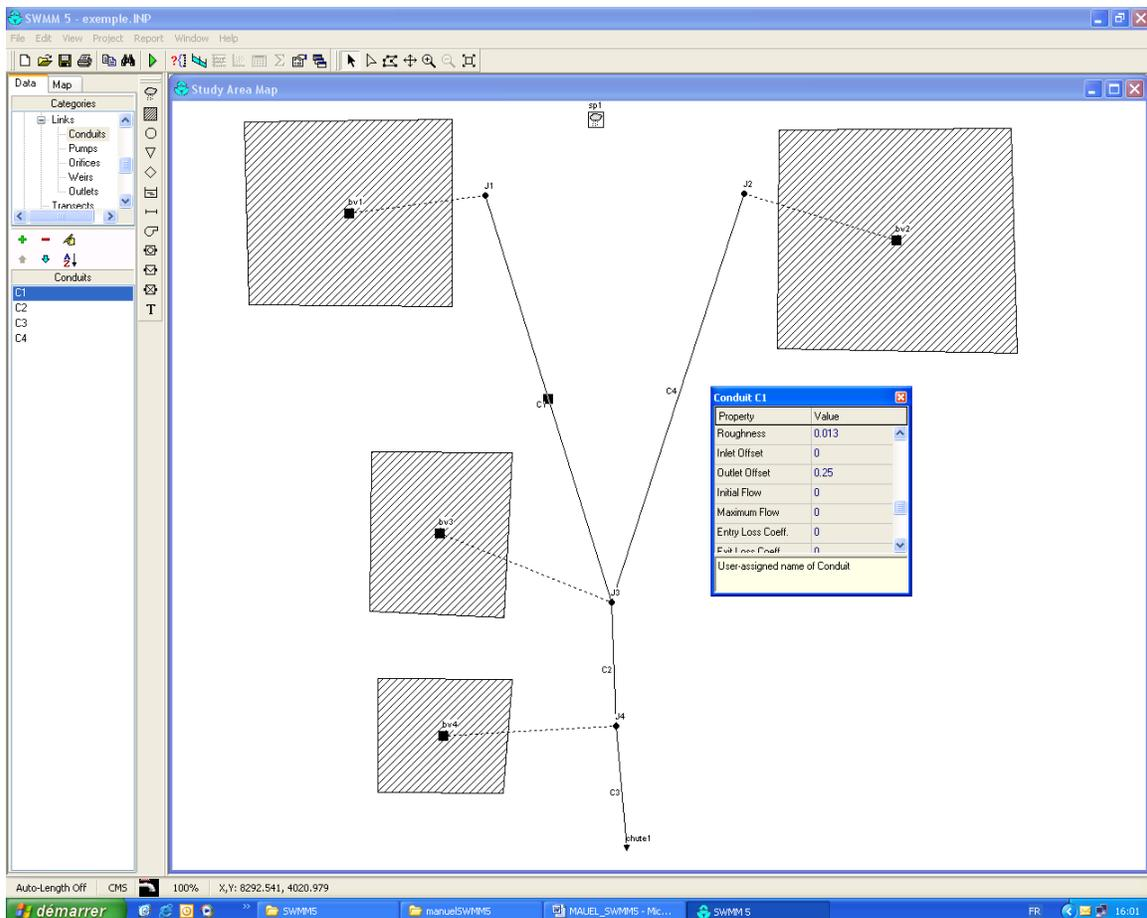

Figure 24 Assignment des données des conduites
- Inlet offset (voir figure 24) 0.1
- Outlet offset (voir figure 24) 0.35